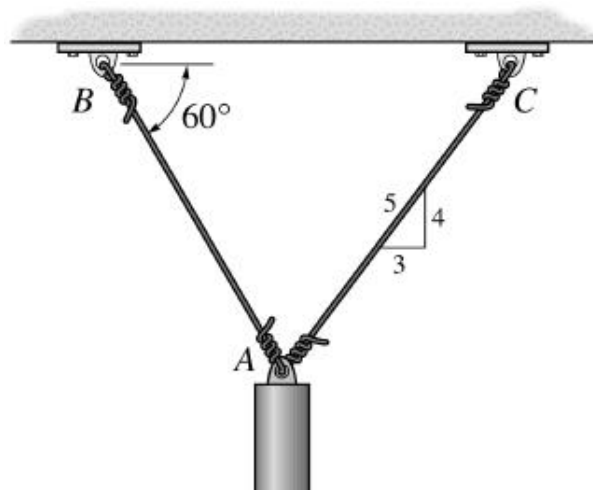

Figura 2.6
2.1.6 Os arames de aço AB e AC da Figura 2.6 suportam a massa de 200 kg. Supondo que a tensão normal admissível é 130 MPa, determine o diâmetro mínimo para cada arame.